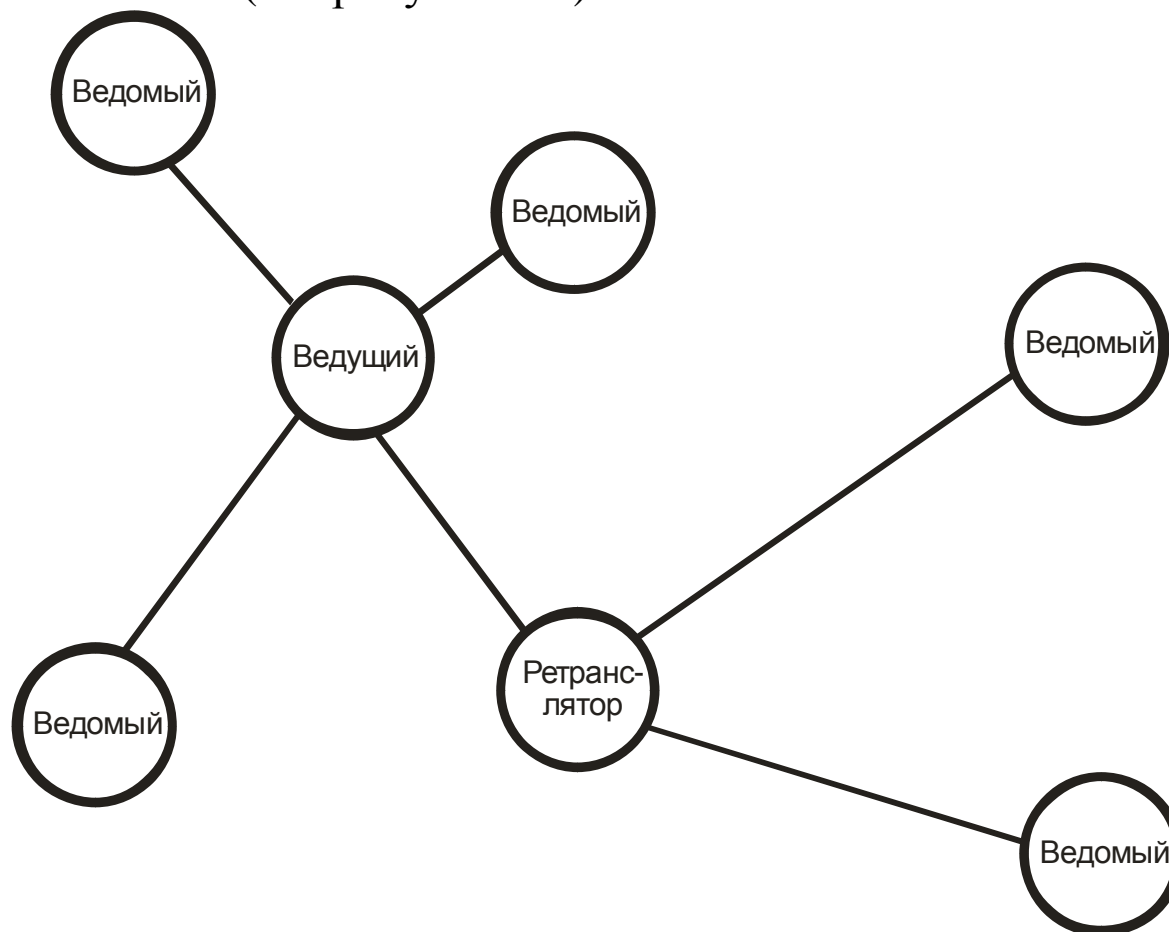

Рисунок 7.2 – Смешанная конфигурация беспроводной сети, (в системе ведущий, ведомые и ретрансляторы).
7.6 В ситуации, когда некоторые ведомые ДВТР нормально не связываются с ведущим, следует в конфигурации вашей сети использовать ретрансляторы. При этом получается сеть смешанного типа (см. рисунок 7.2):